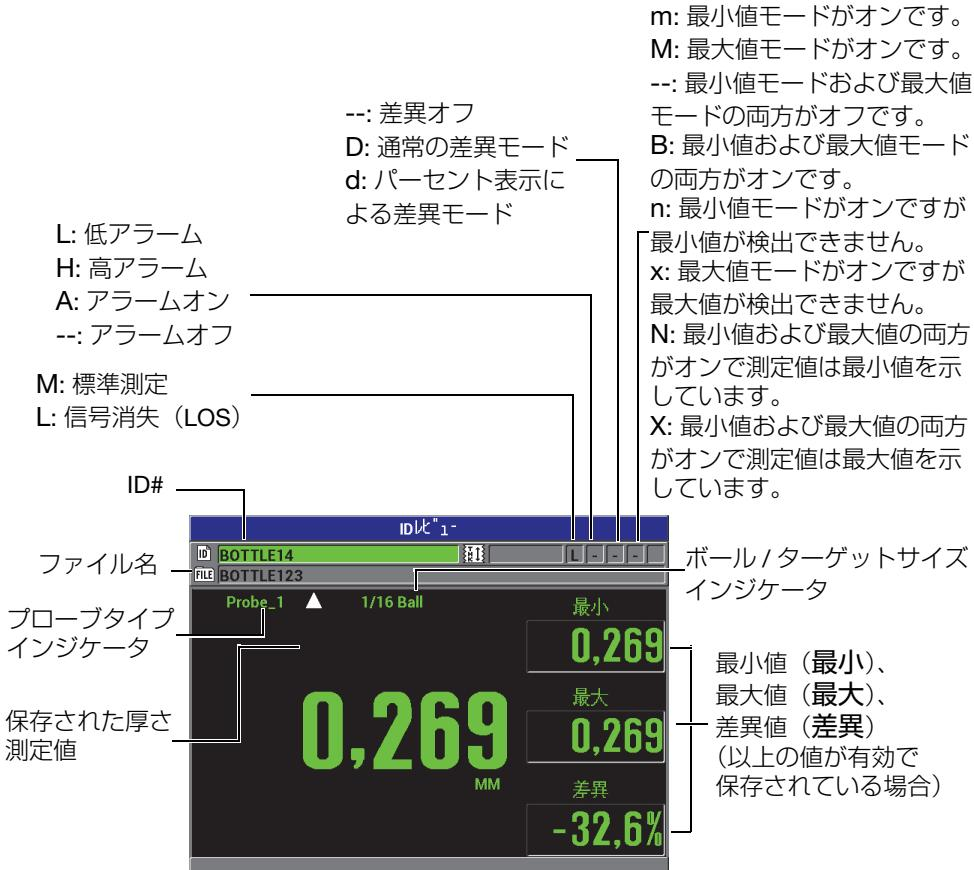

図 7-15 ID レビュー画面について
127 ページ図 7-15 に、ID レビュー画面の例を示し、その内容について説明します。フラグは、送信コマンドを使用して厚さ計から送信されるステータスコードと同じく 1 文字で表されています
2. 測定画面で、[ID#] を押し、ID レビュー画面を開きます（127 ページ図 7-15 参照）：